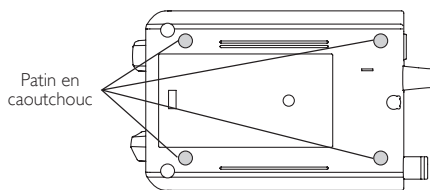

Fig.5
- 2 Montez les patins en caoutchouc à l'endroit approprié indiqué sur la. (Fig.5)